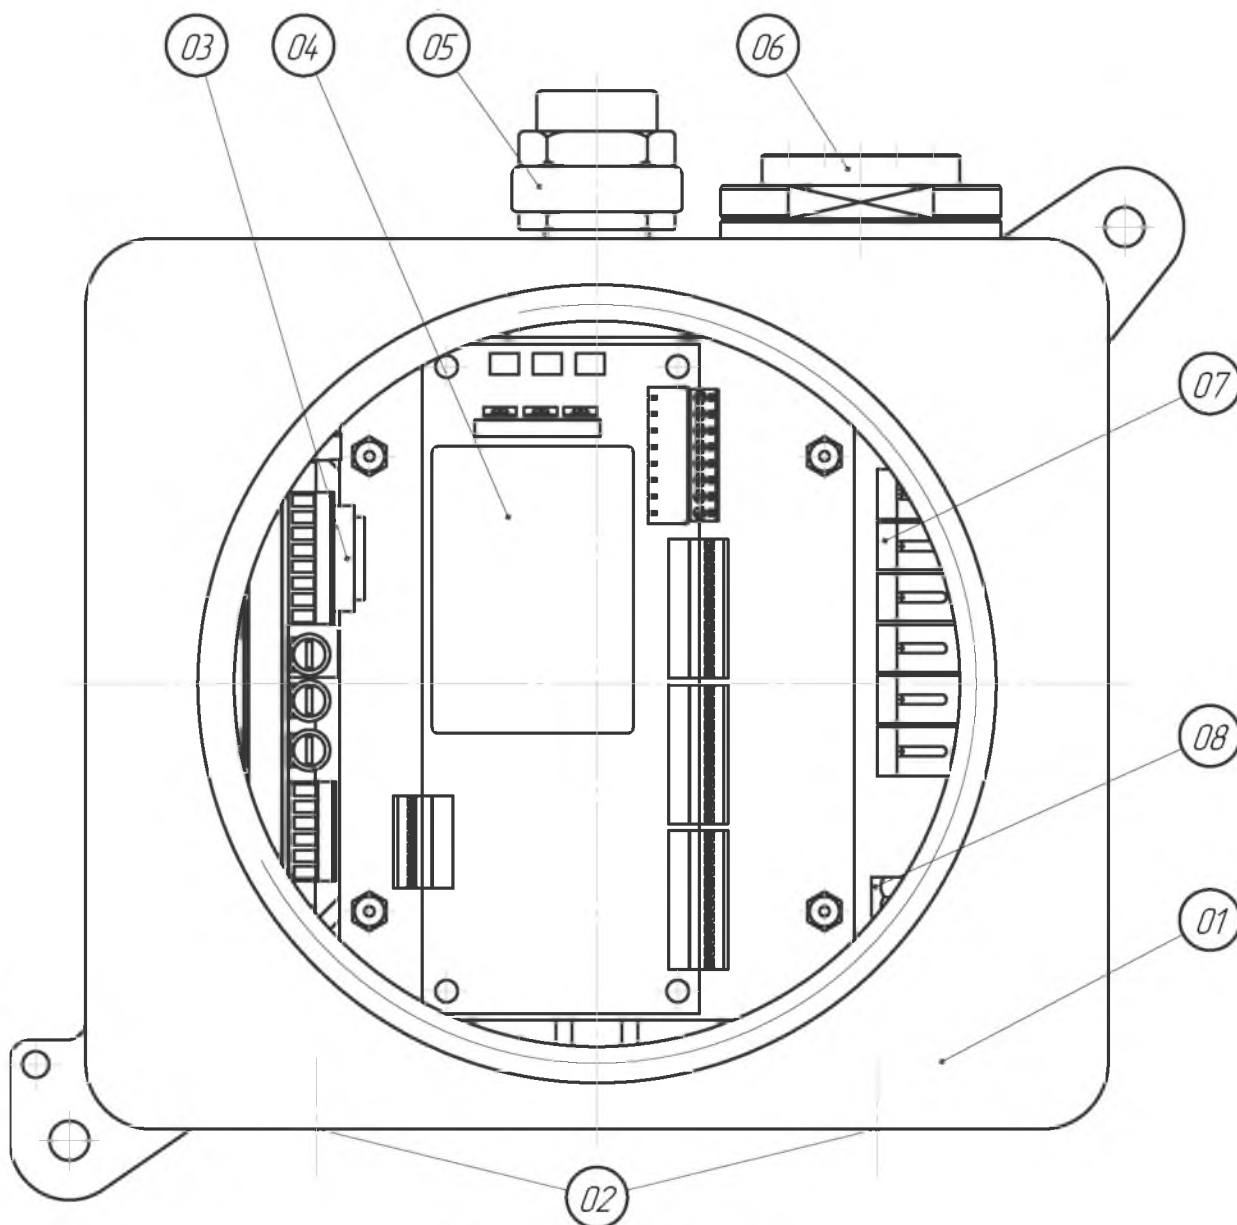

Рис.11 Блок электроники
Блок электроники расположен между блоком термостата и блоком пневматики и состоит из взрывобезопасного корпуса (П.01, рис.11), в котором находятся все электрические и электронные устройства, управляющие анализатором.
- кабельный ввод для соединения с блоком термостата (П.05, рис.11);
- 15-ти канальный соединитель распределительного блока (П.06, рис.11);
- нарезные вводы GK  $\frac{3}{4}$  для монтажа кабельных вводов КВВ-2-1-R3/4-13 (П.02, рис.11);
- распределитель Manifold с 6 парами электромагнитных клапанов Э1 – Э6 (П.07, рис.11);
- блок управления промышленным поточным хроматографом (БУПХ.2) (П.04, рис.11);
- датчики давления в линии газа-носителя и в линии газа управления (П.08, рис.11);
- плата защиты.2 (П.03, рис.11);
Представляет собой взрывобезопасный трехэлементный соединитель (П.05, Рис.11), к которому подключается труба, соединяющая его с блоком термостата.
#### Датчики давления (П.08, Рис.11).